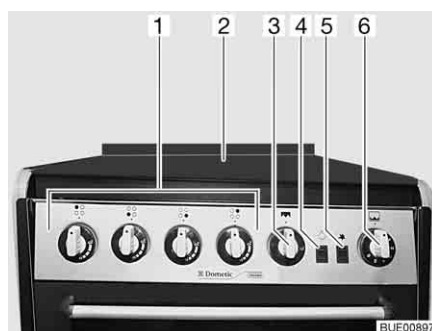

Bild 186 Gaskocher mit Backofen und Grill
- Gaskocher-Abdeckung (Bild 186,2) öffnen.
- Drehregler (Bild 186,1) der gewünschten Brennstelle auf Zündposition (große Flamme) drehen und drücken.
- Zündknopf (Bild 186,5) so oft drücken, bis die Flamme brennt.
- ▷ Mit dem Schalter (Bild 186,4) wird das Licht im Backofen ein- und ausgeschaltet.
- Drehregler (Bild 186,3) leicht drücken und auf Zündstellung (große Flamme) drehen.
- Zündknopf (Bild 186,5) drücken, bis die Flamme brennt.
- Drehregler (Bild 186,6) leicht drücken und auf eine Zündstellung zwischen 1 und 6 drehen.